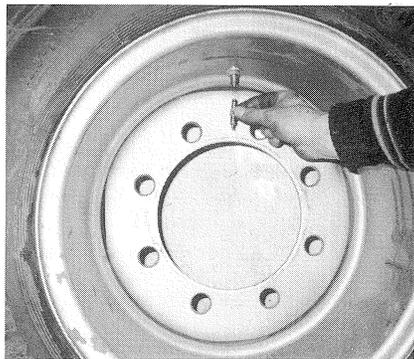

FIG. 58
- 2 - Dévisser la fourrure de la valve. Visser le raccord de connexion dans la valve. Fig. 58.